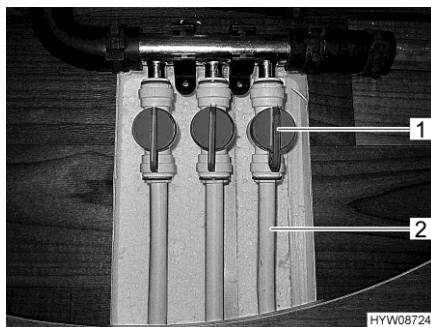

Fig. 128 Vannes d'alimentation (chauffage de plancher)
- Placer la poignée (Fig. 128,1) de la vanne d'alimentation de la ligne de chauffage désirée (Fig. 128,2) parallèlement à la conduite de chauffage. Cette ligne du chauffage de plancher fonctionne maintenant à la puissance maximale.
- Placer la poignée (Fig. 128,1) de la vanne d'alimentation de la ligne de tubes désirée (Fig. 128,2) dans une position quelconque. La puissance calorifique de cette ligne se laisse ainsi régler en continu.
- Placer la poignée (Fig. 128,1) de la vanne d'alimentation de la ligne de chauffage désirée (Fig. 128,2) perpendiculairement à la conduite de chauffage. Cette ligne du chauffage de plancher est maintenant éteinte.